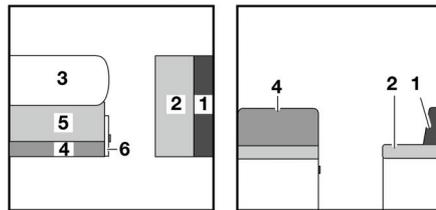

Bild 149 Vor dem Umbau
- Tisch (Bild 149,3) vergrößern und zum Bettunterbau umbauen (siehe Abschnitt 7.8).
- Griff ziehen und Klappe (Bild 149,6) öffnen.